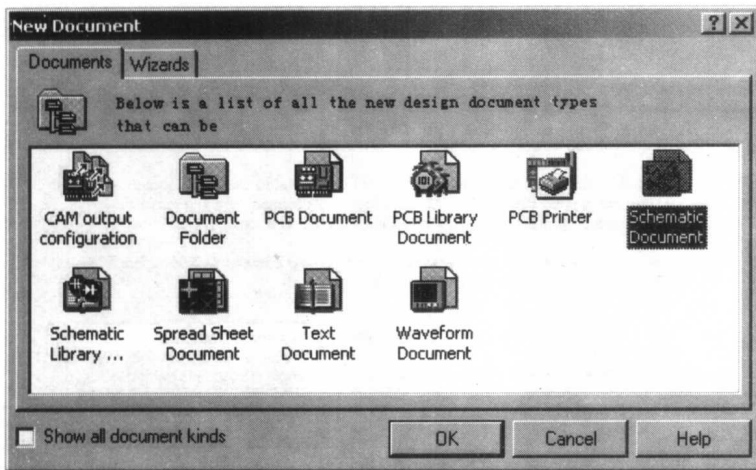

图 1-6 新建文档对话框
(3) 选取 File/New... 打开 New Document 对话框,如图 1-6 所示,选取 Schematic Document 建立一个新的原理图文档。